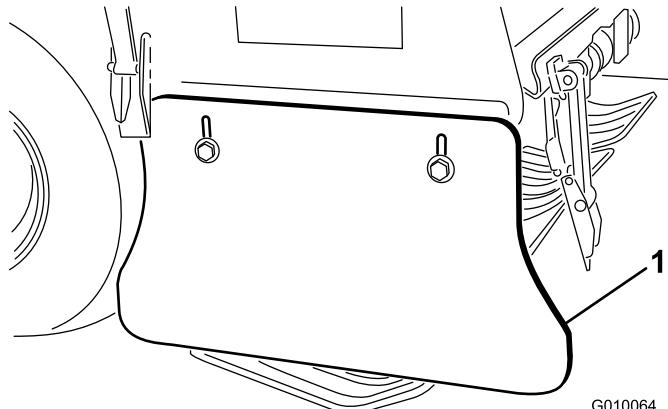

図 62
1. サイドシールドをフレームに固定しているボルトとナットをゆるめる（図 62）。